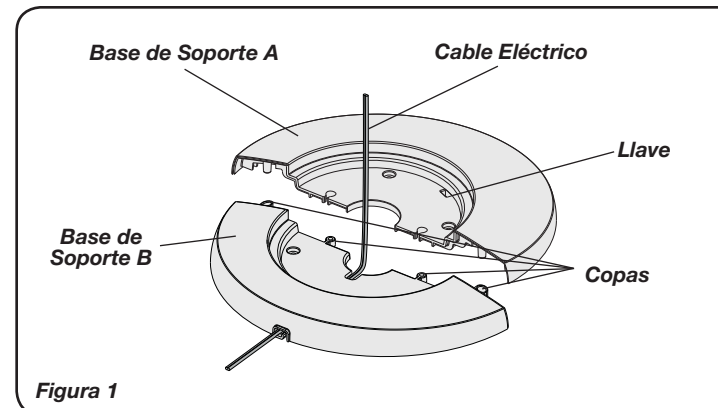
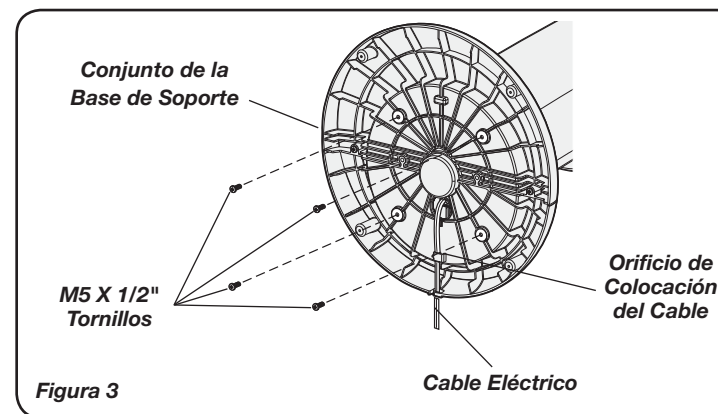
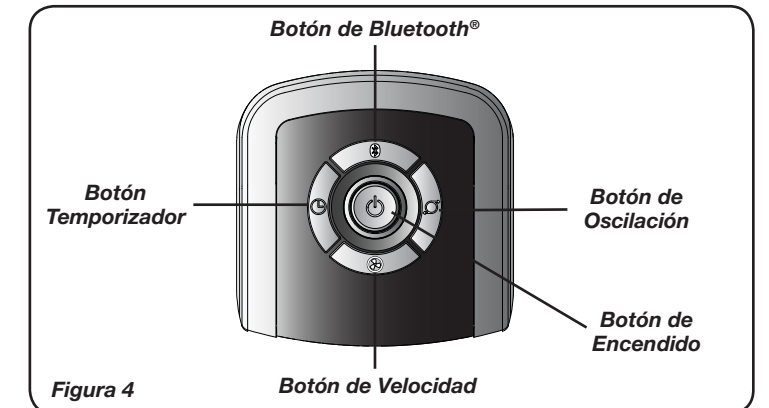

Figura 1
Figura 3
Figura 4
2. Arme las Mitades de la Base de Apoyo encastrando las Puntas de la Base de Apoyo A con los Orificios para Puntas en la Base de Apoyo B. Conecte el Cable Eléctrico a través del orificio grande en el centro de la Montura de la Base de Apoyo. (Figura 1)
4. Alinee la Montura de la Base de Apoyo con la Base del Motor, teniendo en cuenta que la ranura del cable en la parte inferior de la montura de la base de apoyo debe apuntar hacia la parte posterior del Ventilador. Adose la Montura de la Base de Apoyo a la Base del Motor con (4) Tornillos Largos M5 de 1/2". Cerciórese de alinear la Llave del Conjunto de la Base de Soporte con la Muesca Localizadora de la Base Del Motor. (Figura 1) Suavemente tire del Cable Eléctrico para evitar que quede flojo y colóquelo en el Orificio de Colocación del Cable. (Figura 3)
Este ventilador puede operarse con los controles manuales que se encuentran en la parte superior de la unidad (Figura 3) o mediante los controles Bluetooth® en su smartphone (Figura 4). Todas las funciones realizadas con los controles Bluetooth® funcionan idénticamente a los controles manuales. Para ver una descripción detallada de la sincronización Bluetooth®, consulte la guía de inicio rápido.